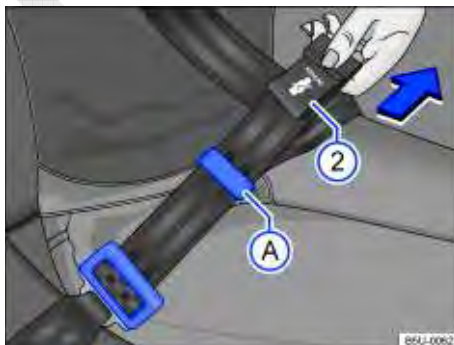

Fig. 56 Ajustar o cadarço do cinto de segurança.
- Puxar a parte superior (região em que se encontra a etiqueta) ⇒ Fig. 56 ② no sentido da seta. Manter uma distância do passador (A) à fivela conforme ⇒ Fig. 56 para facilitar o deslizamento do cadarço do cinto de segurança. Recomenda-se uma folga de até 5 cm (3 dedos) na região do tórax, para efeito de conforto.
- Após finalizar o ajuste, posicionar o passador ⇒ Fig. 56 (A) o mais próximo possível da etiqueta na extremidade do cinto de segurança ⇒ Fig. 56 ②.